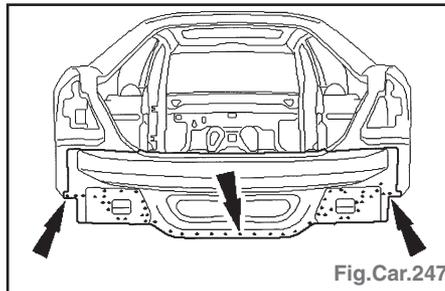

Fig.Car.247
- Fraiser les points de soudure (Fig. Car.247).